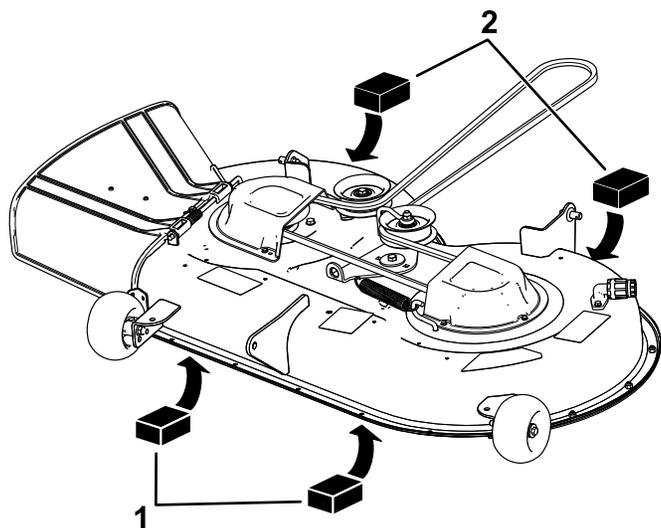

Рисунок 66
4. Установите 2 подставки толщиной по 6,6 см под каждую сторону передней кромки деки, но не под кронштейны защитного валика (Рисунок 66).
5. Установите 2 подставки толщиной по 7,3 см под заднюю кромку фартука режущей деки, по одной на каждой стороне режущей деки (Рисунок 66).